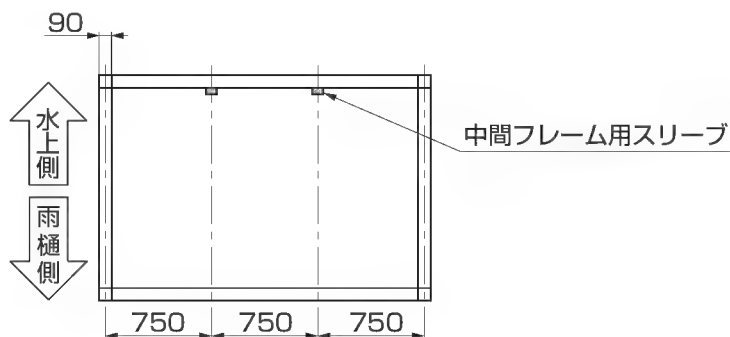

図1-2
- 中間フレーム用スリーブの下穴ピッチが750mmになるように加工してください。(図1-2参照)